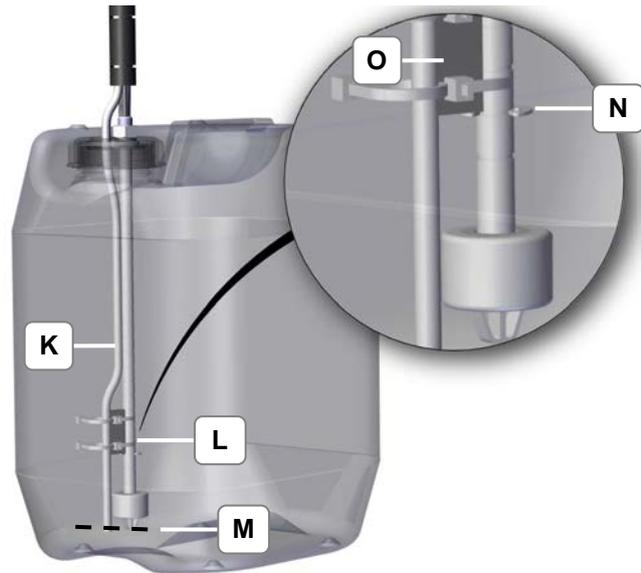

Figure 4.5.5: tuyau à eau et câble
<p>Fonctionnement de la pompe</p> <ul style="list-style-type: none"> • Un fonctionnement impeccable de la pompe est garanti si le tuyau à eau (K) et le câble (L) sont réglés au même niveau (M) (figure 4.5.5)